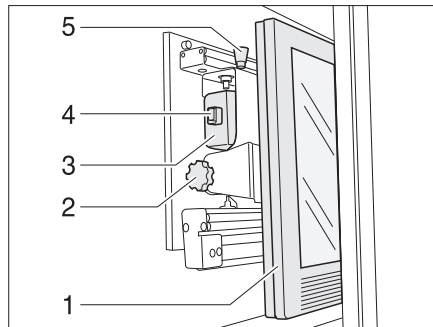

Bild 58 TV-Schrank
- Entriegelungsknopf (Bild 58,5) drücken und Halterung für den Flachbildschirm am Griffstück (Bild 58,4) bis zum Anschlag nach vorn ziehen.
- Entriegelungsknopf (Bild 58,1) ziehen und Flachbildschirm (Bild 58,2) in die gewünschte Position schwenken.
- Rändelschraube (Bild 58,3) lösen.